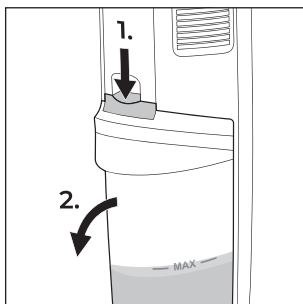

Fig. 20
1. Premere il pulsante del contenitore dell'acqua sporca **2** verso il basso (vedere fig. 20). Sostenere il manico del contenitore dell'acqua sporca **2** mentre si preme il pulsante verso il basso.
2. Estrarre il contenitore dell'acqua sporca **2** dall'apparecchio tirandolo in avanti (vedere fig. 20).